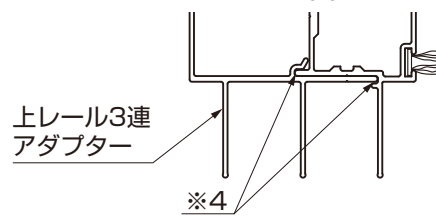

図3-12 A部詳細図
- 上レール3連アダプターは※4の箇所を、はめあうように取付けてください。(図3-12参照)